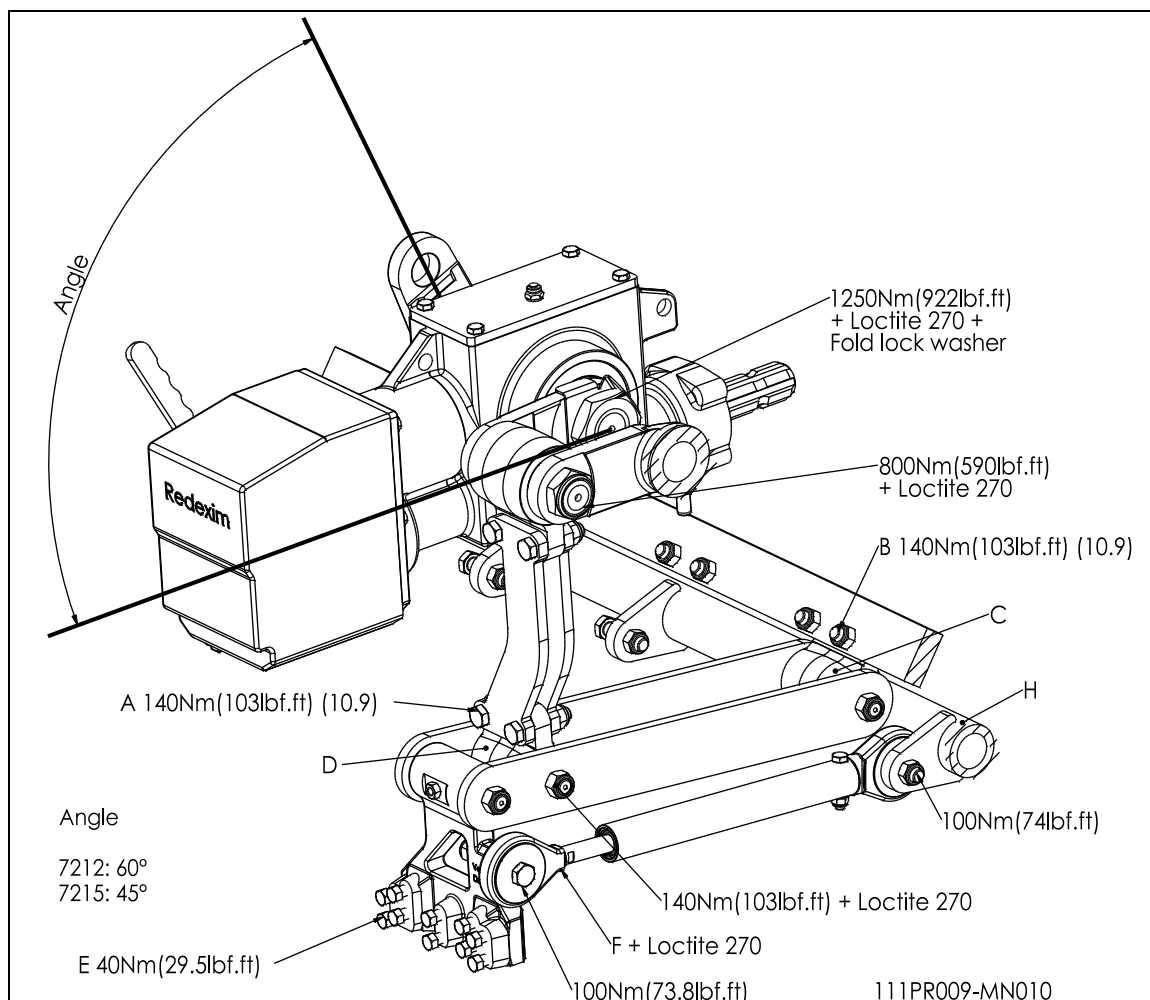

Fig. 8
Nella fig.8, sono forniti valori delle coppie di serraggio delle viti e dei dadi più importanti. Verificare che le viti e i dadi per i quali non è indicata la coppia di serraggio, siano serrati con coppia di serraggio analoga a quella indicata per le viti e i dadi di dimensione simile. Se le viti e i dadi si allentano da soli.
6. Dopo aver sostituito la manovella e/o il cuscinetto, sostituire le parti nella medesima sequenza con la quale sono state rimosse. Utilizzare loctite ove indicato nella fig. 8.
Nel caso i cui un elemento non fosse allineato con gli elementi adiacenti, l'allineamento può essere corretto come segue (cfr. fig. 8.):